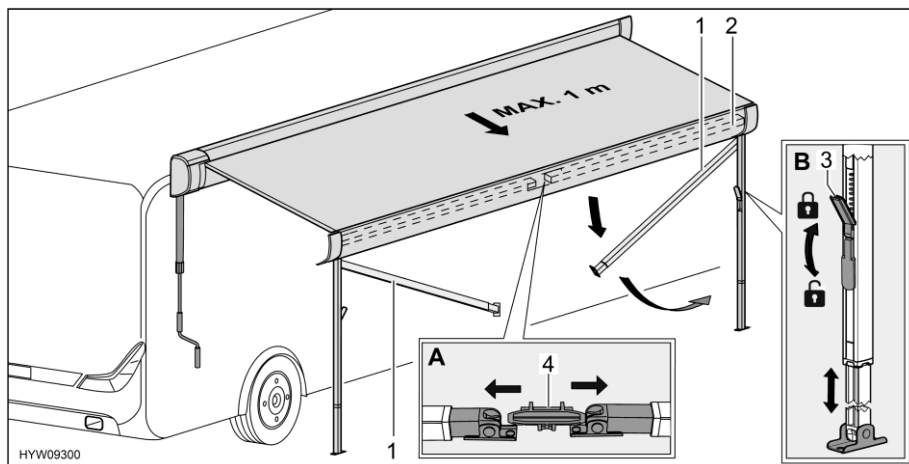

Bild 29 Förbereda stödfötterna
- Lossa stödfötterna (Bild 29,1) ur fästet (Bild 29,4) i frontlisten (Bild 29,2). Tryck stödfötterna lätt utåt (Bild 29,A).
- Lossa stödfötternas lås (Bild 29,3). Fäll ned låsarmen.
- Dra ut stödfötternas nedre del till önskad längd (Bild 29,B).
- Stäng stödfötternas lås (Bild 29,3). Fäll upp låsarmen.